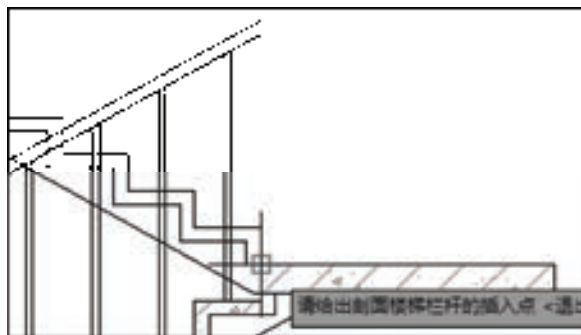

图 12-59 点取插入点
6) 单击“确定”按钮，关闭对话框，点取插入点如图 12-59 所示。